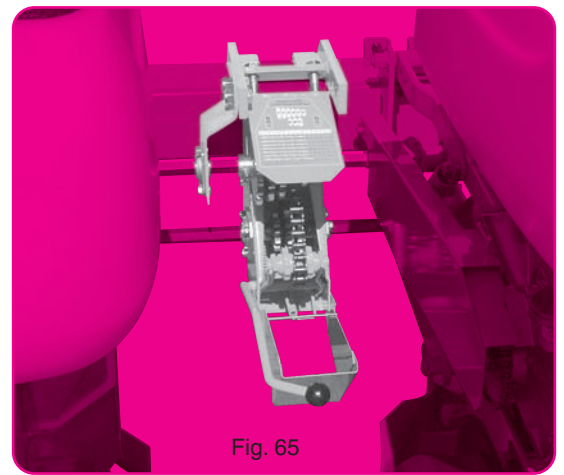
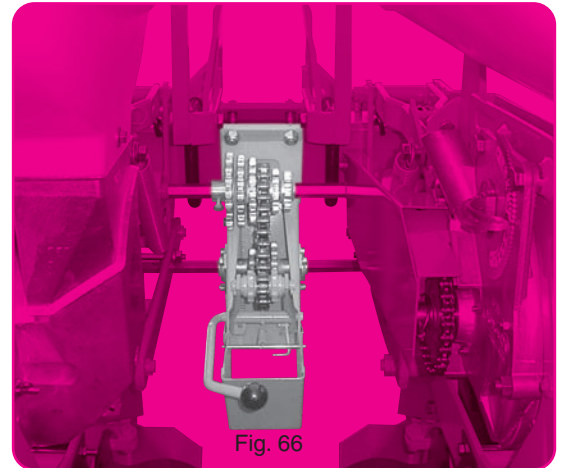

Fig. 65
Fig. 66
- Montage déporté (fig. 65) pour semoir à nombre de rangs impair. La boîte se place à gauche et au plus près de l'élément central : pour cela supprimer 1 des paliers ④ support axe hexagonal.
- Montage pour semoir de 35-40 cm d'inter-rangs (fig. 66) en supprimant les 2 paliers ④.
- Offset assembly (fig. 65) for planters with an odd number of rows and inter-row spacing under 45 cm (18"). The gearbox is then mounted on the left and as close as possible to the central metering unit. To do so, remove one of the bearing fingers ④ which support the hexagonal shaft.
- Assembly for planters with 35-40 cm (14-15") inter-row spacing (fig. 66) : remove the 2 bearings. ④
Seitlich gesetzte Montage (Abb. 65) für Sämaschinen ungerader Reihenanzahl und Reihenabstände unter 45 cm. Das Wechselgetriebe wird links und ganz nah am mittleren Element angebracht. Bei dieser Stellung ist die Lagerstütze ④ zu entfernen. Montage für Sämaschinen mit Reihenabstand von 35-40 cm (Abb. 66). Bei dieser Stellung sind beide Lager ④ zu entfernen.
- montage uit het midden (fig. 65) voor een zaaimachine met een oneven aantal rijen. De tandwielkast wordt links van, en zo dicht mogelijk bij het middelste element geplaatst. Daartoe één van de lagers ④ verwijderen.
- montage voor zaaimachine voor 35-40 cm rijafstand (fig. 66). Verwijder de twee lagers ④.